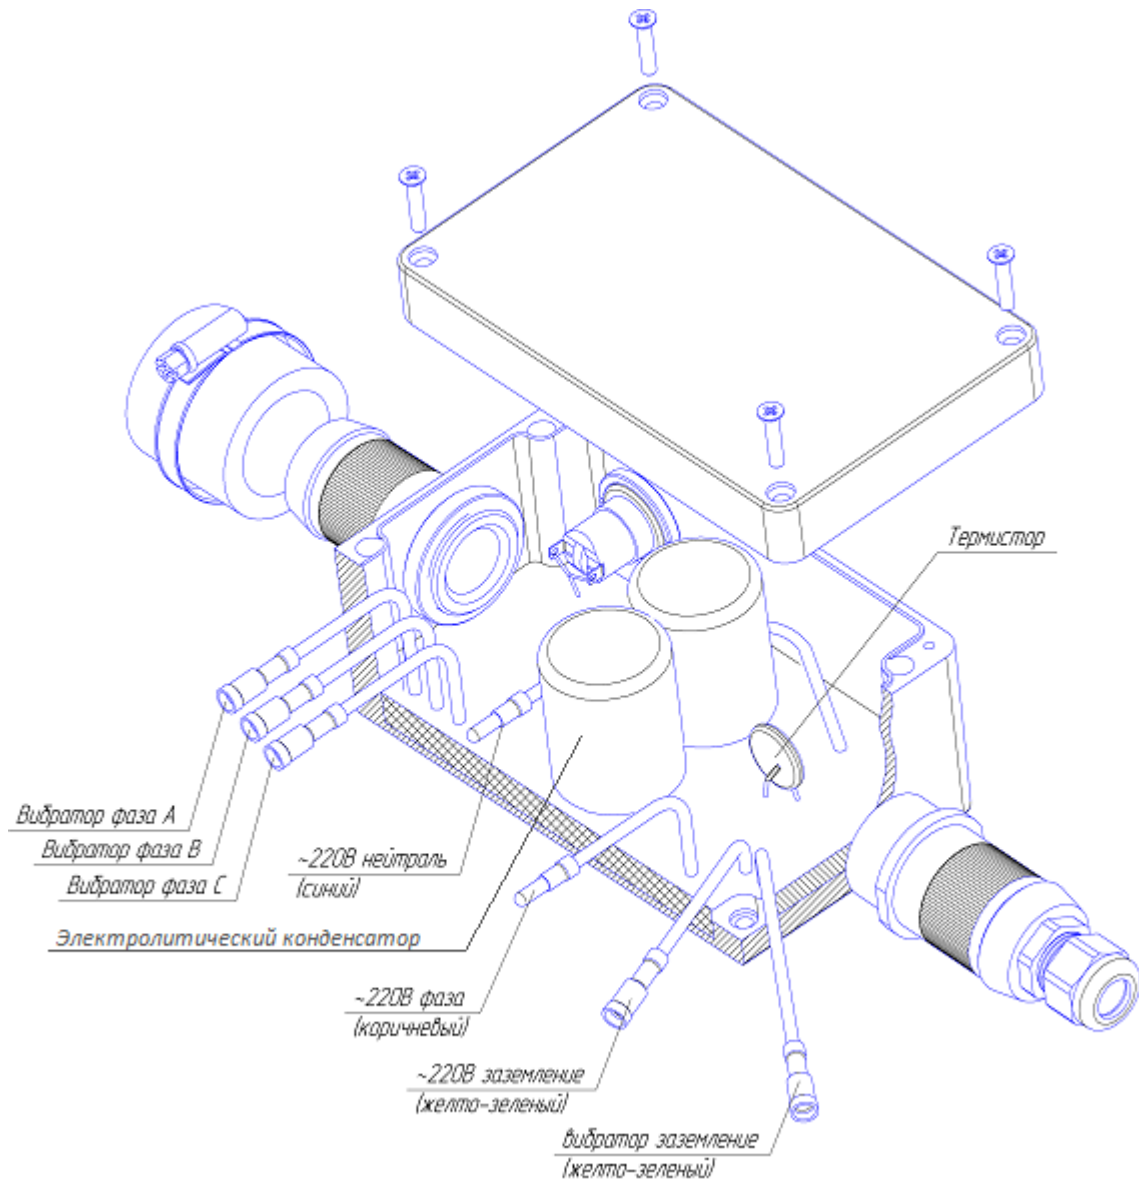

Рисунок 1.
- 1) Подключить внешние провода к преобразователю в соответствии с рис. 1
3) **ВНИМАНИЕ!** Провода от сетевого кабеля укладывать между левой стенкой и электролитическим конденсатором (см. рисунок 1), провод ~220В (нейтраль) должен обойти конденсаторы со стороны кнопки. Провода не должны касаться термистора (при работе нагревается до температуры 120-140 градусов).